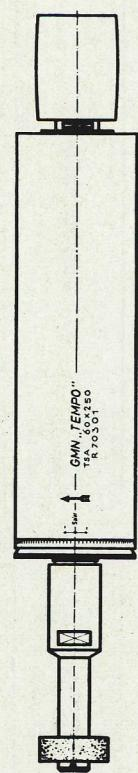

Abb. 1
4. Anordnung der Schleifspindel (siehe hierzu Abb. 1)
8. Nachstellen des Lagerspieles (siehe hierzu Abb. 1)